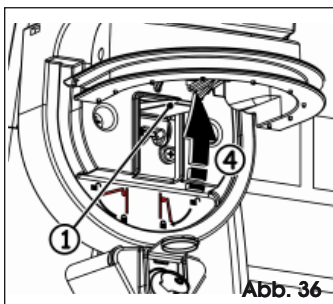

Abb. 36
2. Den Entriegelungsgriff bis zum Anschlag ziehen, Abb. 36 Bez. ①.